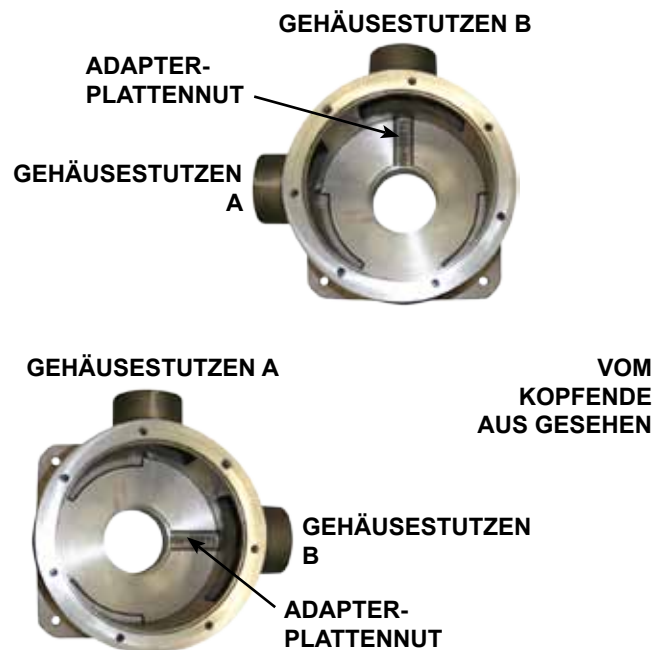

ABBILDUNG 11
- Die Adapterplatte so positionieren, dass die Nut in der Platte mit der Nut in der Druckseite der Gehäusebohrung ausgerichtet ist (Siehe **Abbildung 11** auf Seite 8) (Die Adapterplatte der Modelle K und KK hat eine einzelne Nut; die Modelle L-LS haben eine Nut und zwei eingearbeitete Entlastungsaussparungen.) Die Adapterplatte vorsichtig in die Halterungsseite des Gehäuses schieben. Vorsichtig vorgehen, damit der O-Ring nicht an der Kante der Adapterplatte oder des Gehäuses eingeschnitten wird. Die acht Kopfschrauben festziehen, um die Einheit richtig zu positionieren.